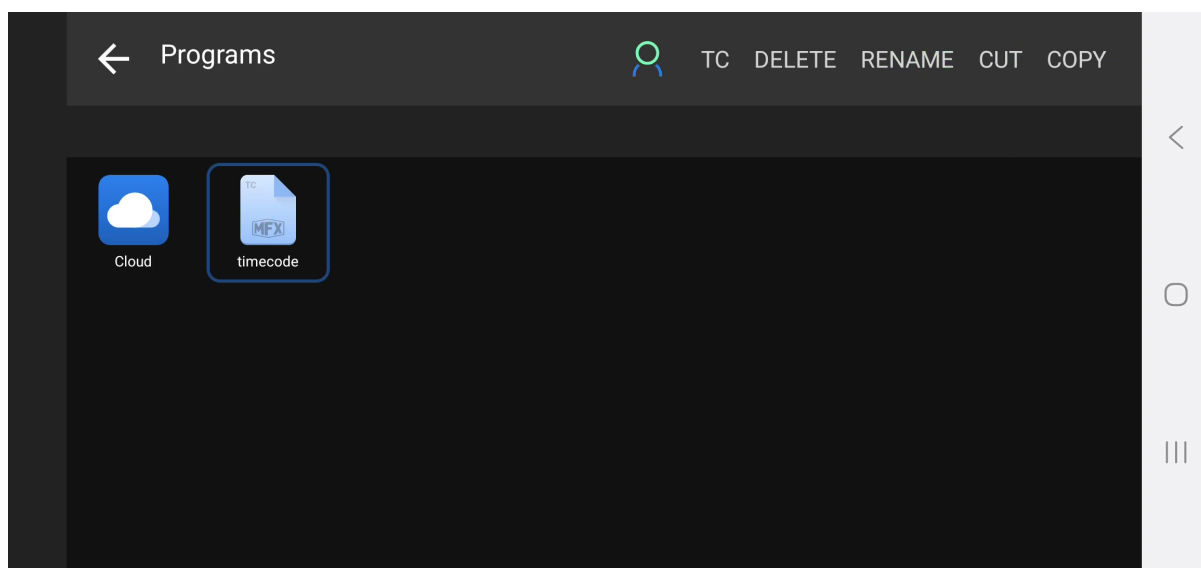

Рис. 61: Экран выбора файла Time Code
3. В открывшемся меню в верхней части экрана выбрать пункт TC (см. рис. 61)